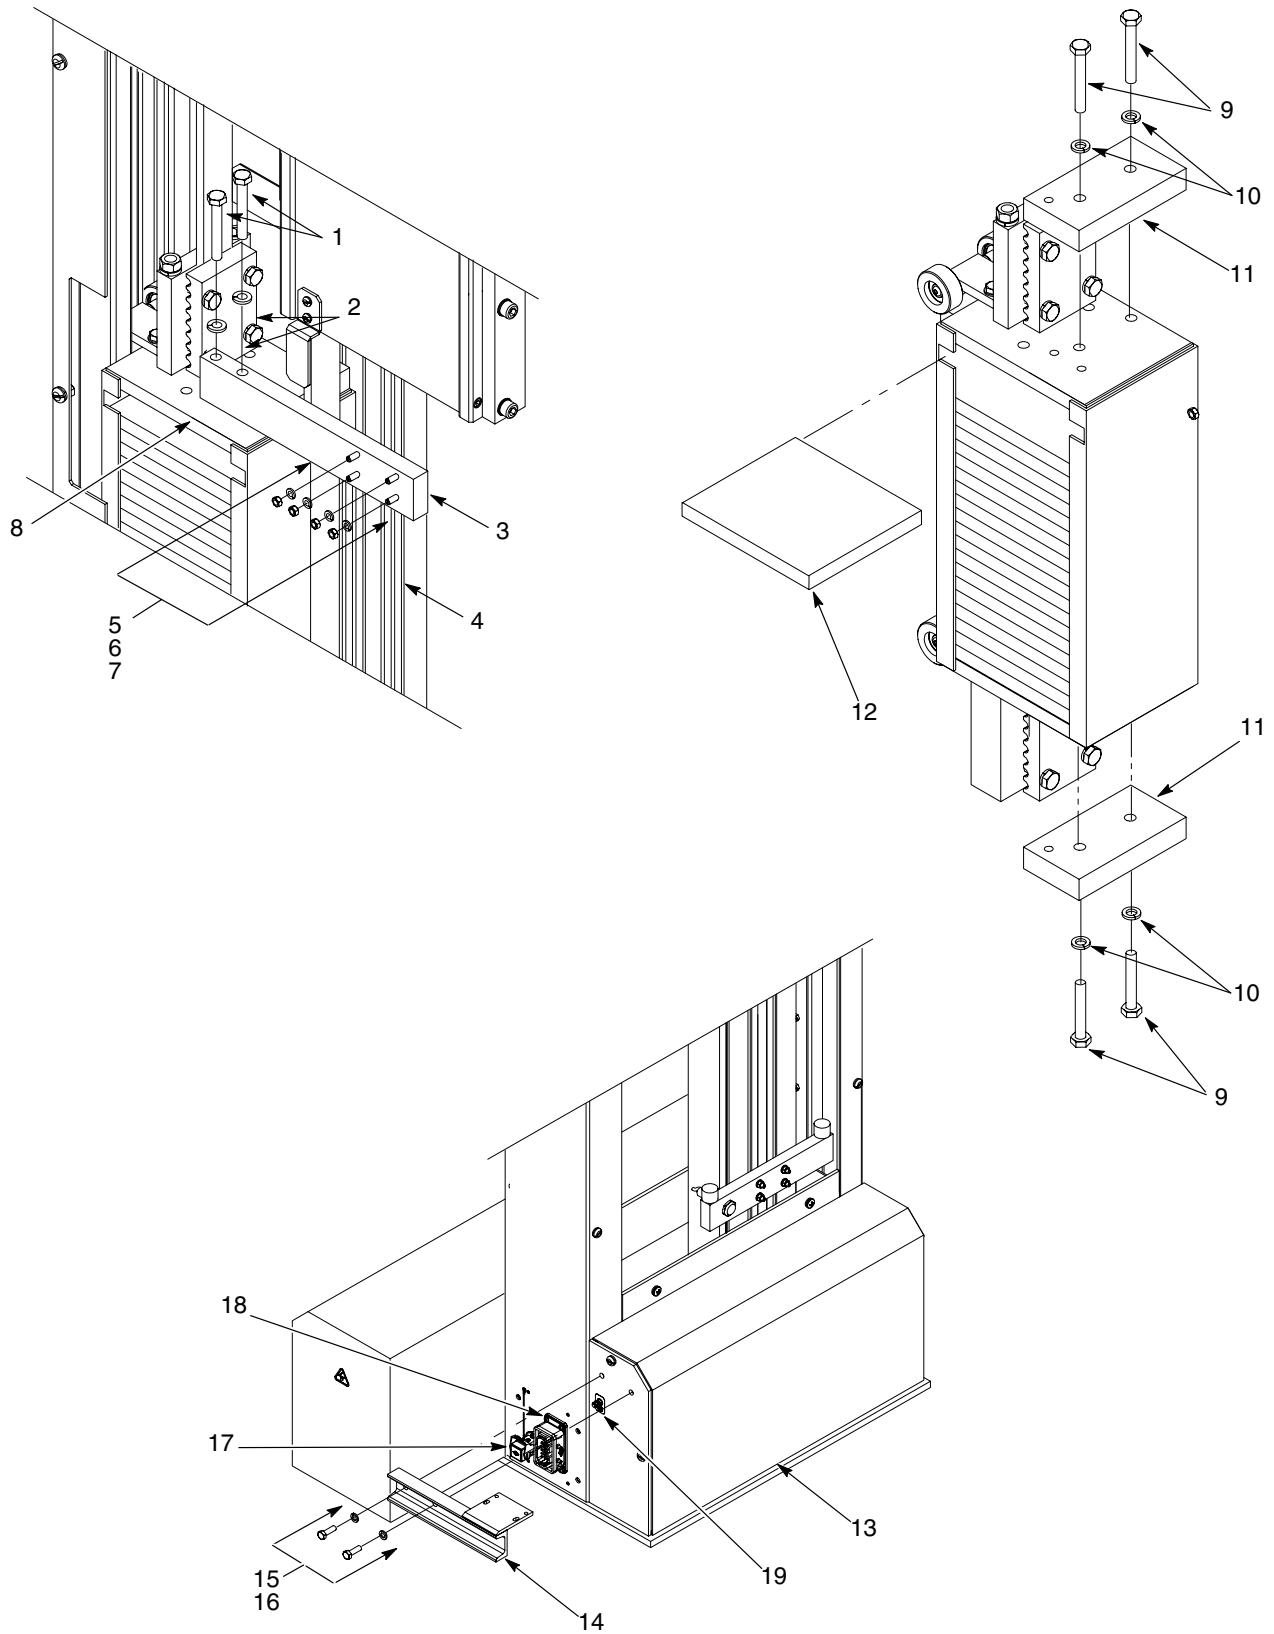

Bild 5 Montage av komponenter i installationssatsen
1. Se bild 5. Tag av skruvarna (1) och låsbrickorna (2) som fäster motviktsvagnens låsarm (3) till motviktskorgen (8).
2. Tag av muttrarna (5) och brickorna (6) från T-bultarna (7). Tag ur T-bultarna ur pistolspåret (4).
3. Sätt i motvikterna (12) i motviktskorgen (8).
4. Fäst kabelkedjans hållare (14) på traversen (13) med skruvarna (15) och brickorna (16). Drag åt skruvarna ordentligt.
**ANMÄRKNING:** Om motvikterna inte är tillräckliga för att balansera pistolerna och pistolstängerna, medföljer två extra motvikter (11) i traversleveransen och dessa kan monteras på motviktskorgen (8). De extra motvikterna behövs om vikten för pistoldelarna ligger mellan 76-80 kg (167.5-176.4 lb)
5. Om de behövs, montera de extra vikterna (11) på motviktskorgen (8) med de medföljande M8 x 40 skruvarna(9) och brickorna (10). Drag åt skruvarna ordentligt.
4. Se bild 5. Anslut styrkabeln mellan motorn och styrenheten, till motorplinten (17) som sitter på traversens baksida.
5. Anslut kabeln som förbinder givaren/encodern till styrenhetens interface, till givarkontakten (18) som sitter på traversens baksida.
6. Anslut en jordfläta från sprayboxens chassie till jordanslutningen (19). Denna jordfläta kan även anslutas till in/ut styrningens jordanslutning.